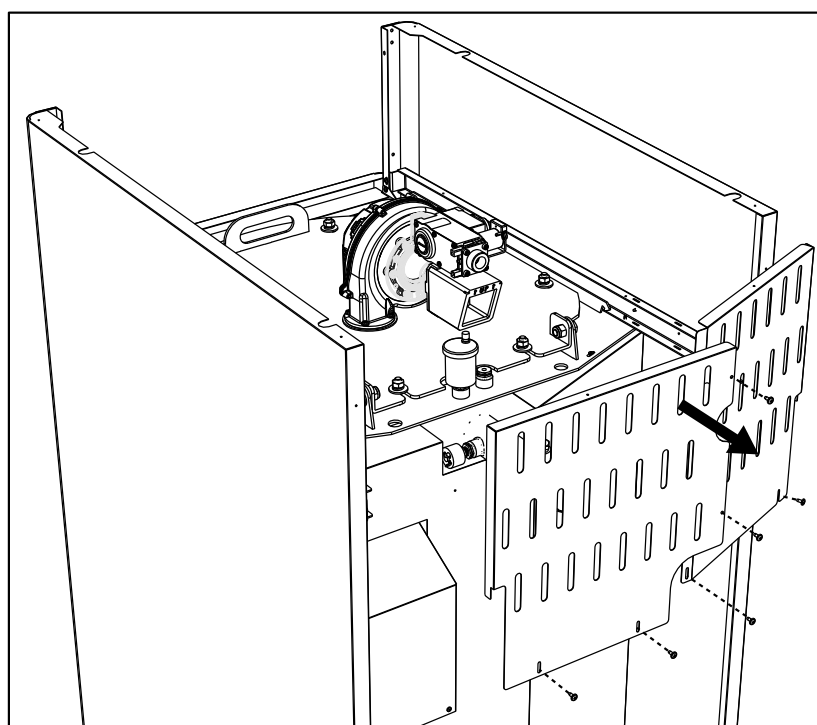

fig. 69
- Retirer les panneaux arrière (fig. 69).